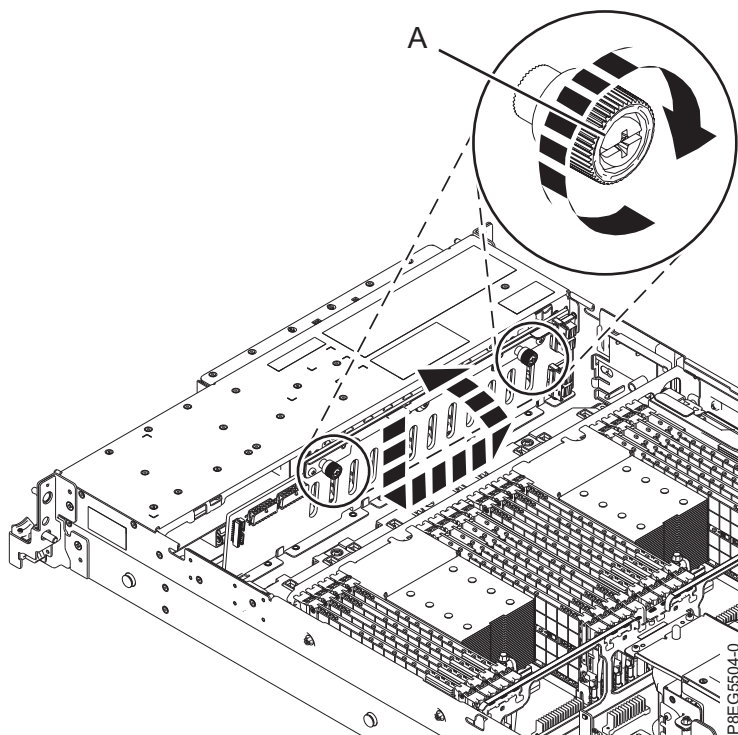

Figura 6. Sustitución de la placa posterior de la unidad de disco
3. Mirando a la parte frontal del sistema, utilice el reborde en la parte superior de la placa posterior de la unidad de disco y sustituya la placa posterior. Inclínela hacia la parte posterior e introdúzcala en el chasis. Alinee los orificios de la placa posterior con las pestañas del chasis para insertarla en el sistema. Mueva la placa posterior ligeramente a la izquierda para encajarla en su sitio, como se muestra en la Figura 6 en la página 8.
4. Apriete con cuidado los tornillos cautivos (A) hasta que cada uno quede fijo en el chasis del sistema.